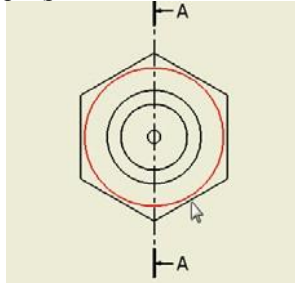

Рисунок 8.9 – Нанесение осевых линий
- Подведите курсор к контуру окружности вида слева и, когда она подсветится красным цветом, кликните левой кнопкой мыши. Появится маркер центра (рис. 8.9).